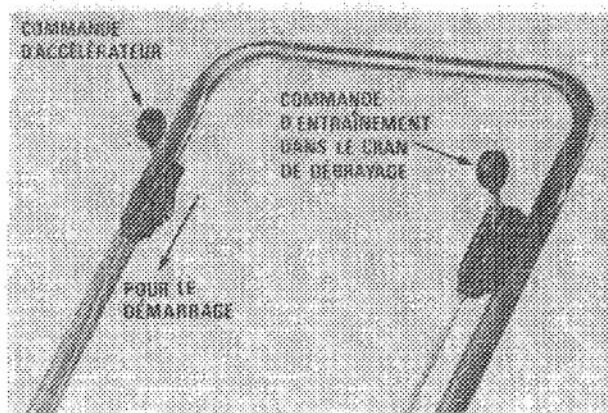

Figure 12
2. Placez la commande d'entraînement dans le cran de DÉBRAYAGE (modèle autopropulsé) et avancez la commande d'accélérateur à START (mise en marche) (Fig. 12).